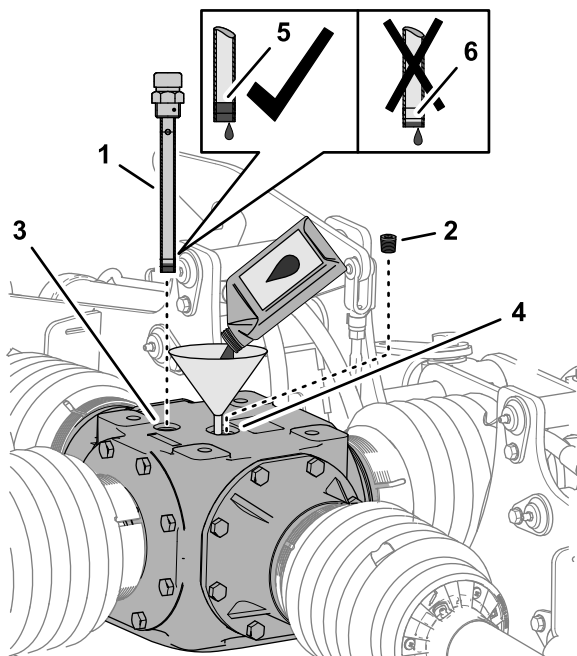

Bild 55
Getriebes und wischen Sie den Peilstab ab (Bild 55).
- Entfernen Sie die Füllschraube von der Einfüllöffnung an der Oberseite des Getriebes (Bild 55).
- Geben Sie 1,774 l des angegebenen Getriebeöls in die Einfüllöffnung in das Getriebe (Bild 55).
- Schrauben Sie den Peilstab in die Einfüllöffnung ein, schrauben Sie den Peilstab wieder heraus und überprüfen Sie den Schmierstofffüllstand (Bild 55).
- Führen Sie den Peilstab in die Einfüllöffnung ein und schrauben Sie den Peilstab (Bild 55) fest.
- Setzen Sie die Füllschraube wieder auf die Einfüllöffnung und ziehen Sie die Füllschraube fest (Bild 55).